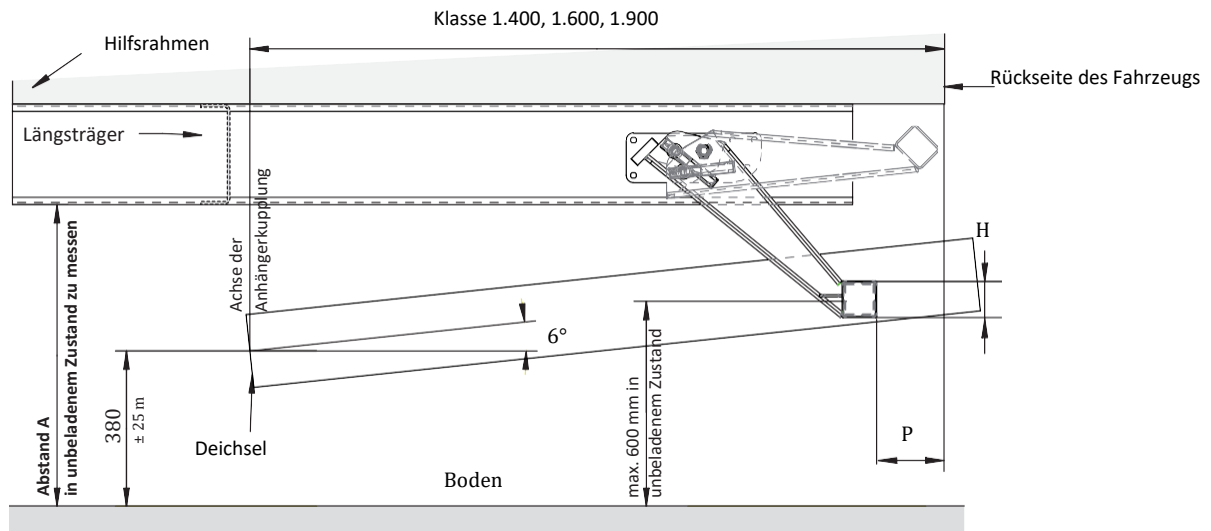

Abb. 1
- Beim Manövrieren muss zwischen den Kupplungselementen zu beiden Seiten hin ein Winkel von je 90° zur Längsebene des Zugfahrzeugs erreicht werden können und es muss ein Neigungswinkel zwischen 0° und 6° (s. Abb. 1) möglich sein.